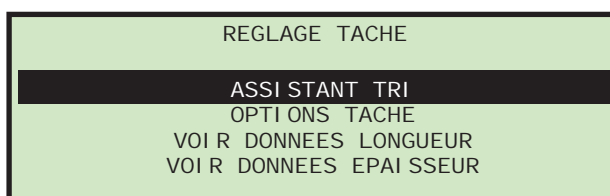

FIGURE 30 : Écran de définition d'une tâche
- Utilisez les boutons flèche pour choisir une tâche et appuyez sur **Enter** pour la sélectionner. La tâche sera effacée et l'affichage retournera à l'écran **MENU TÂCHE**. L'écran **RÉGLAGE TÂCHE** s'affichera (Figure 30).
- 1 À partir de l'écran Supervisor > Job Setup (Figure 30), sélectionnez **ASSISTANT TRI** et appuyez sur **Enter**. L'assistant de tri démarrera en posant trois questions auxquelles il faut répondre. La première demande si vous voulez trier selon l'épaisseur, comme indiqué ci-dessous.